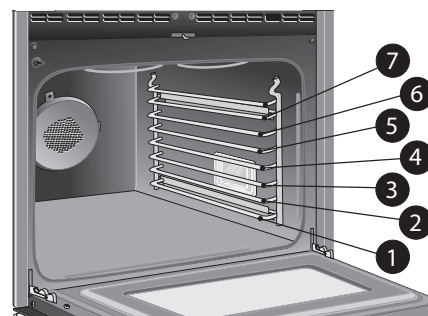
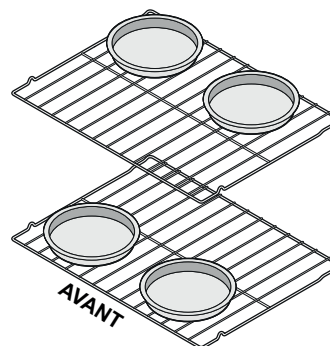

Figure 16 : Positions des grilles
Figure 17 : Espacement des plats
- Pour obtenir de meilleurs résultats lorsque vous utilisez deux grilles pour la cuisson de gâteaux, placez ces dernières aux positions 6 et 1 (Figure 16) et placez les plats comme illustré à la Figure 17.